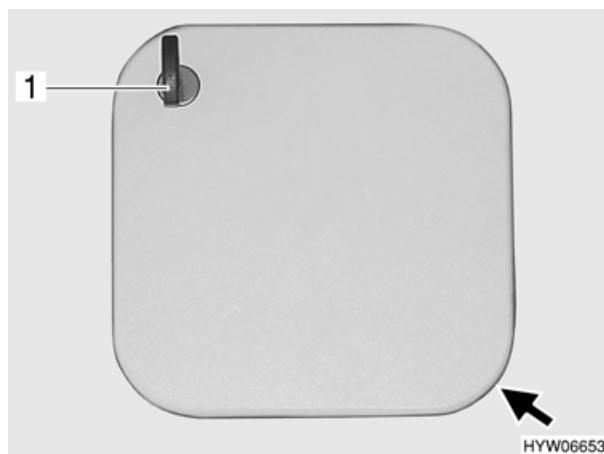

Fig. 30 Serratura dello sportello (variante 4)
- Inserire la chiave nel cilindro della serratura (Fig. 30,1).